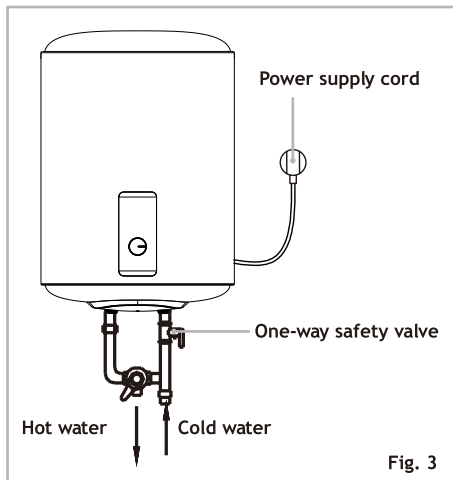

Fig. 3
4. Jednokierunkowy zawór bezpieczeństwa montowany pionowo, dołączony do maszyny, musi (rys.3) być zainstalowany na wlocie zimnej wody do maszyny (patrz rys.3).
4. The one-way safety valve Vertical installation attached with the machine must (Fig.3) be installed at the cold water inlet of this machine (see Fig.3).